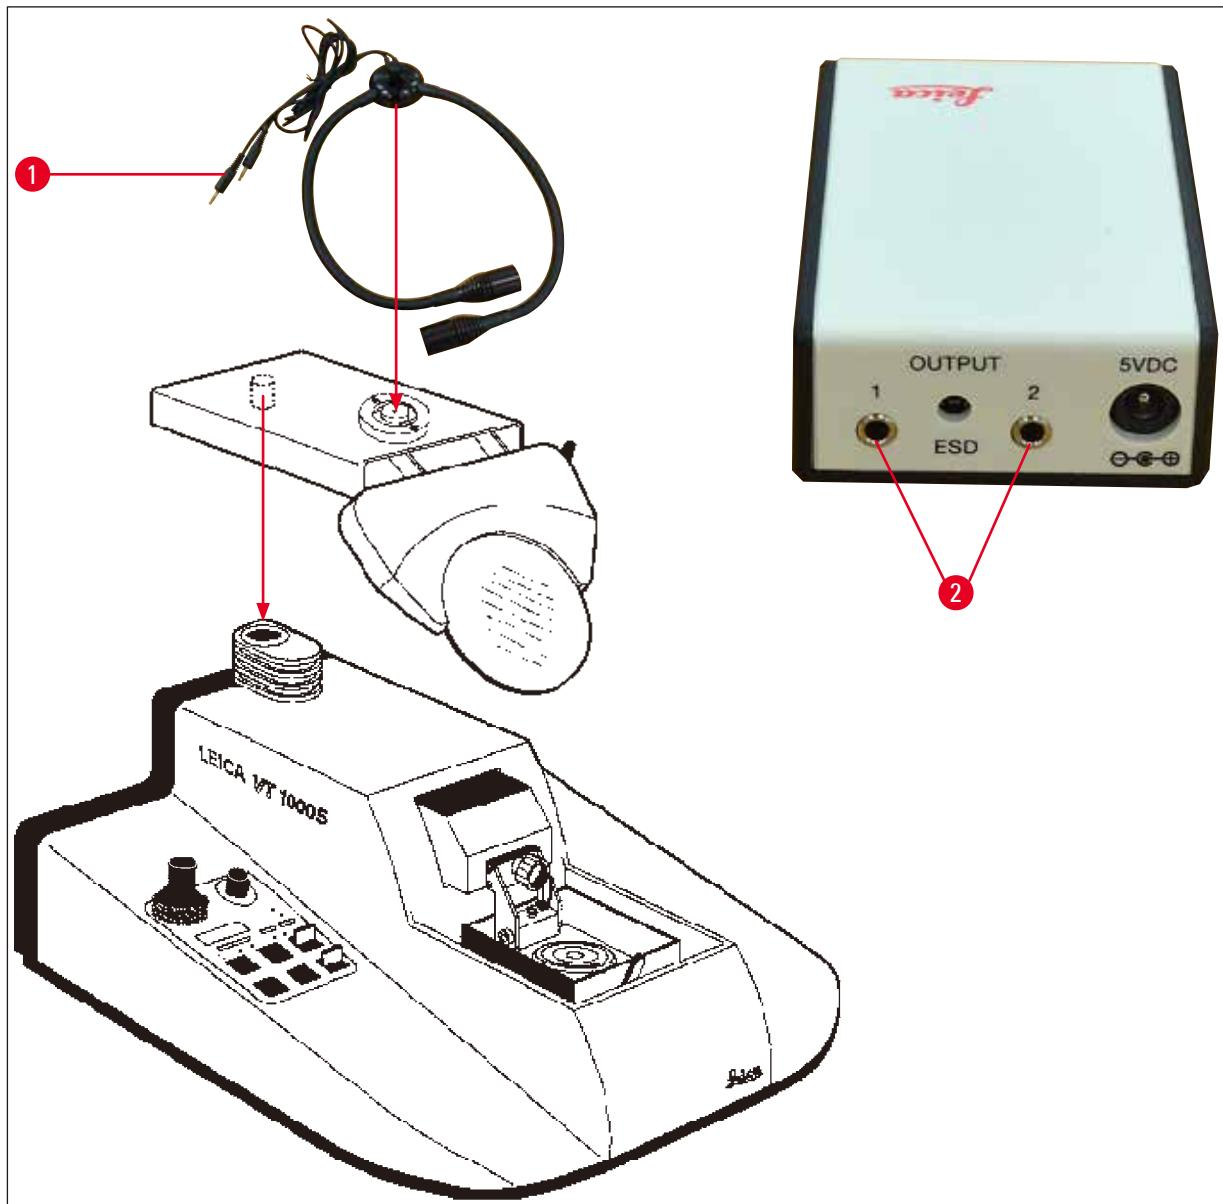

图 9
7. 将放大镜支架和双臂 LED 高功率照明灯模块如 (→ 图 9) 所示与机器相连。将双臂 LED 高功率照明灯模块的插头 (→ 图 9-1) 插入LED 1000 高功率照明灯模块的插口 (→ 图 9-2) 中。